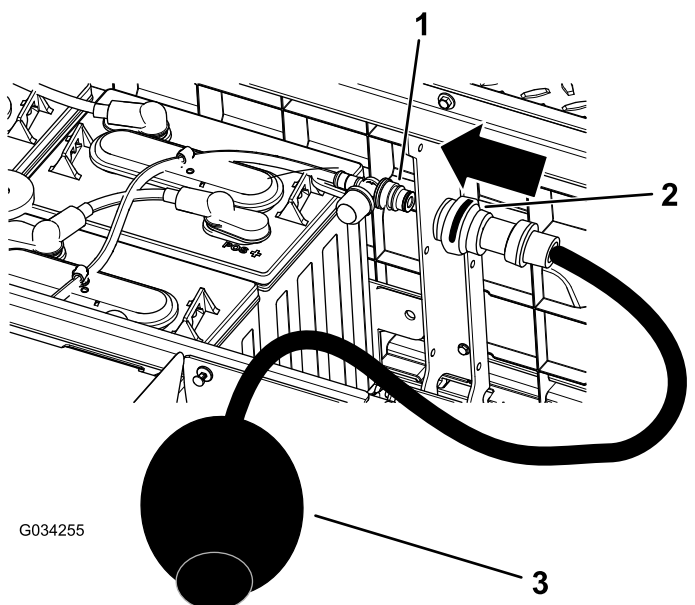

Figura 40
- Conecte su bomba de agua manual Toro al orificio de llenado de agua (Figura 40).